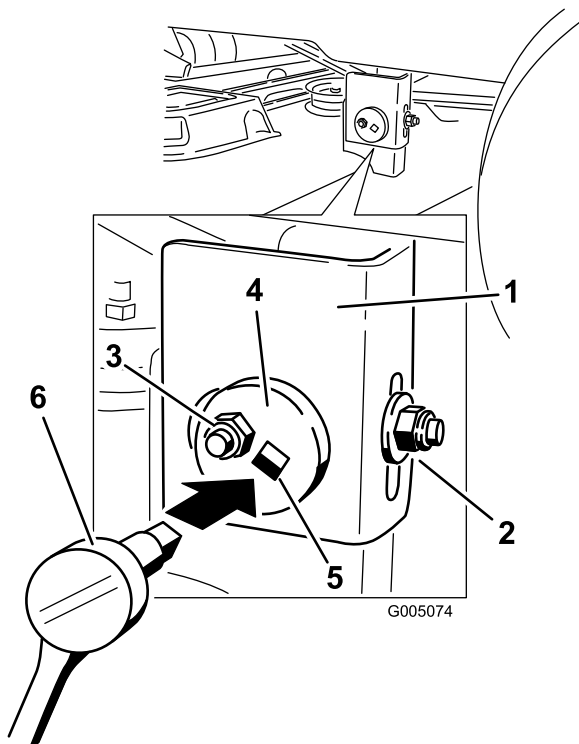

Figure 43
7. Du côté gauche de la machine, desserrez sans le retirer, l'écrou de blocage arrière sur le support (Figure 43).
8. Desserrez l'écrou de blocage latéral sur le support jusqu'à ce qu'il soit possible d'ajuster la plaque centrée (Figure 43). Utilisez une clé à douille munie d'une rallonge de 3/8 pouce (9,5 mm) pour manipuler la plaque excentrique. Utilisez la clé pour repositionner le plateau de coupe à la hauteur voulue.
9. Arrêtez le plateau de coupe et vérifiez sa hauteur, puis serrez l'écrou de blocage latéral sur le support pour fixer cette nouvelle position (Figure 43). Resserrez l'écrou de blocage arrière sur le support.